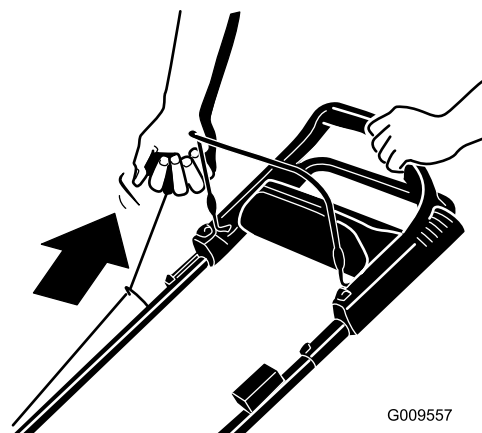

Figura 13
2. Tire suavemente del arrancador hasta que note resistencia, luego tire con fuerza (Figura 13). Deje que la cuerda vuelva lentamente al manillar.